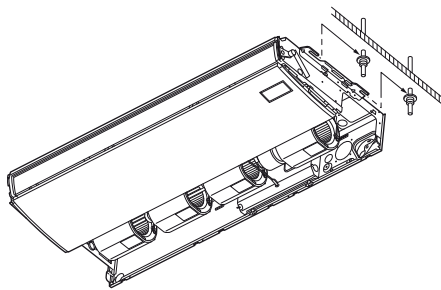

Fig. 3-14
- b) Levante la unidad interior y colóquela en las arandelas a través de las muescas, a fin de fijarla en su lugar. (Fig. 3-14)